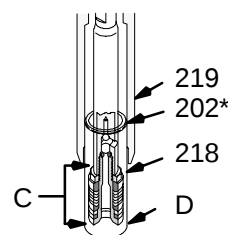

Fig. 28
7. Introduire l'ensemble de tige de piston (C) dans le **sommet de la chemise (218)**. Monter le joint (202*) sur la chemise. Enfiler l'ensemble de chemise dans le **cylindre (219)** par le bas de celui-ci. On notera que l'extrémité conique (D) de la chemise est sa partie inférieure. Voir Fig. 28.